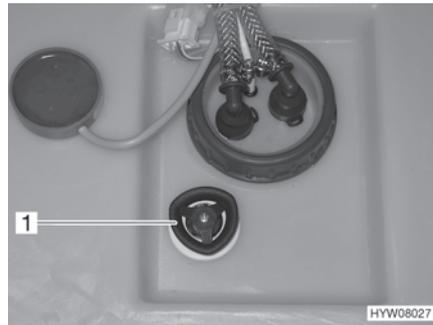

Bild 113 Wassertank mit Drehgriff
- Auf dem Wassertank den Drehgriff (Bild 113,1) entgegen dem Uhrzeigersinn über den Widerstand hinaus bis zum Anschlag drehen, um die Ablauföffnung vollständig zu öffnen.